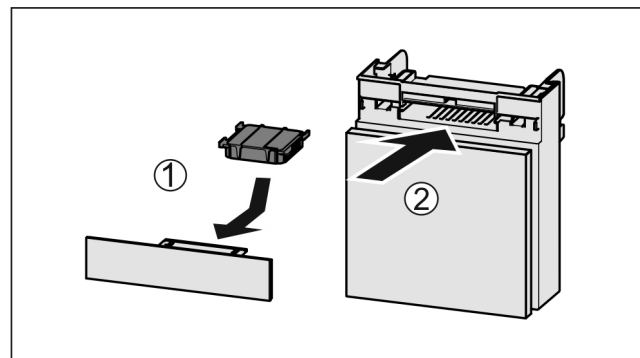

Fig. 85
- Aktivkohlefilter nach Abbildung einsetzen Fig. 85 (1).
- Fach einschieben Fig. 85 (2).